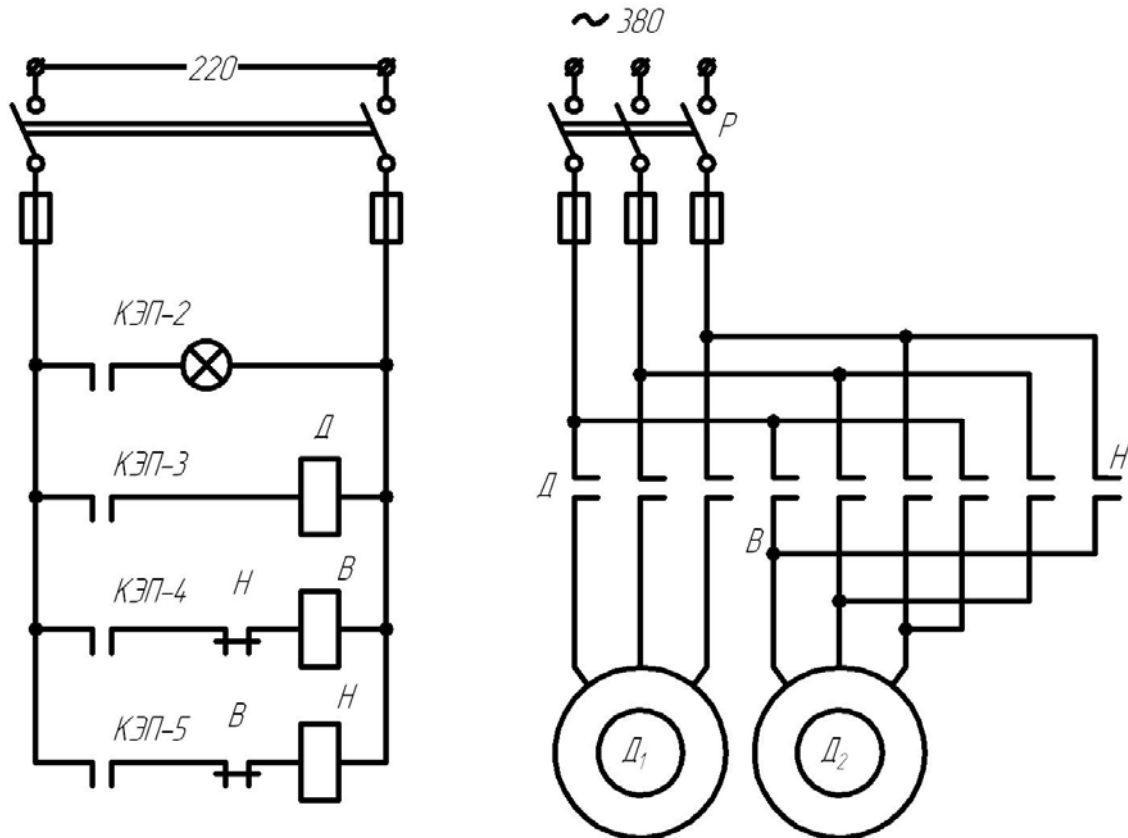

Рисунок 7.3 - Схема включения двигателя
- Схема включения двигателя приведена на рис. 7.3.